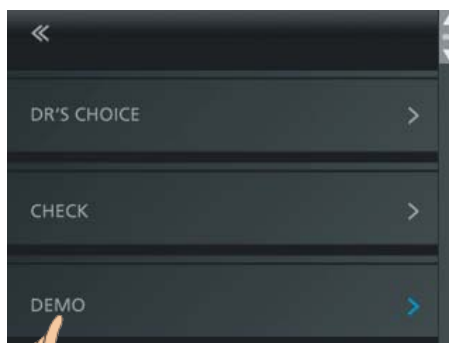

Fig. 36 Valg af DEMO
- Åbn indstillingsmenuen, og vælg funktionen DEMO (fig. 36).